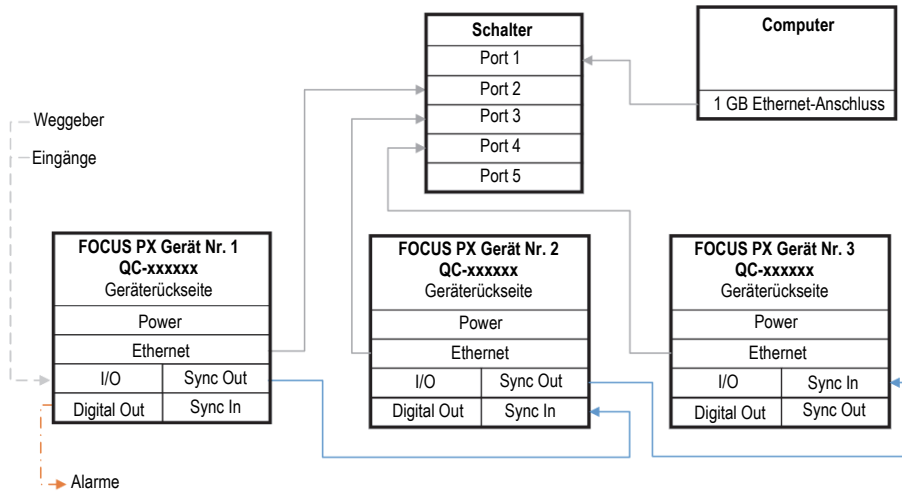

Abbildung 1-1 Anschluss mehrerer Geräten
- ◆ Schließen Sie alle erforderlichen Kabel an den FOCUS PX an. Die folgende Übersicht zeigt, wie mehrere Einheiten verbunden werden (Abbildung 1-1 auf Seite 25). Wenn Sie nur ein Gerät verwenden, schließen Sie nur das erste Gerät ohne Sync Out Kabel an.